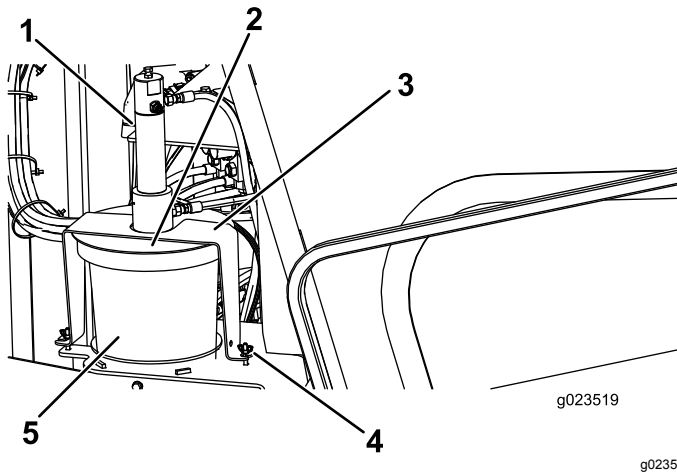

Figura 65
3. Solte as porcas-borboleta que fixam a abraçadeira da tampa à máquina (Figura 65).
4. Gire a tampa e puxe a abraçadeira, liberando-a dos parafusos retentores (Figura 65).
5. Levante o conjunto da tampa para longe do reservatório vazio de lubrificante de roscas (Figura 65).
7. Posicione o êmbolo no novo reservatório e encaixe o conjunto da tampa sobre o reservatório (Figura 65).
8. Posicione a abraçadeira sobre parafusos retentores e gire a tampa para encaixar a abraçadeira nos parafusos (Figura 65).